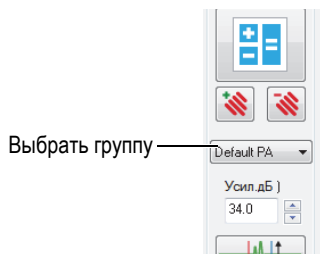

Рис. 4-15 Выбор УЗ-группы на панели мониторинга
5. Выберите новую (только что созданную) группу (Рис. 4-15 на стр. 118).